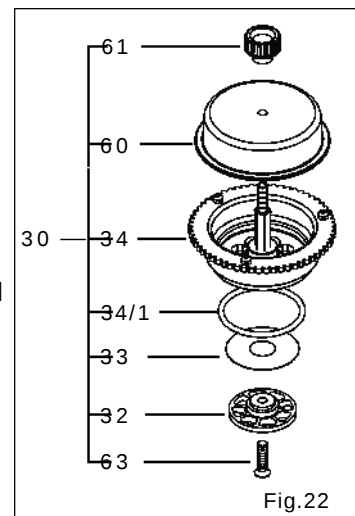

Fig. 22
c) Remove diaphragm (33) in air intake valve (30). Check for any damage and clean. Also clean the valve body (34), the spacer plate (32) and the silencer (60) with a soft cloth. (Fig. 22)
c) Membran (33) in Lufteinlassventil (30) entfernen. Auf Schäden prüfen und reinigen. Auch Ventilkörper (34), Distanzplatte (32) und Schalldämpfer (60) mit einem weichen Tuch reinigen (Abb. 22)